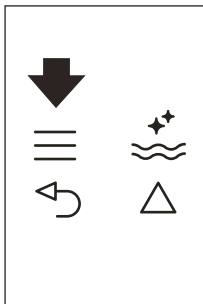
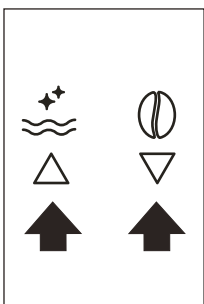

Abb. 22
Abb. 9
- Drücken Sie das  Symbol (B2), um das Menü aufzurufen (Abb. 22) oder drücken Sie die Symbole   (B7) und (B8) (Abb. 9) bis „HEISSWASSER PROGRAMMIEREN“ erscheint.